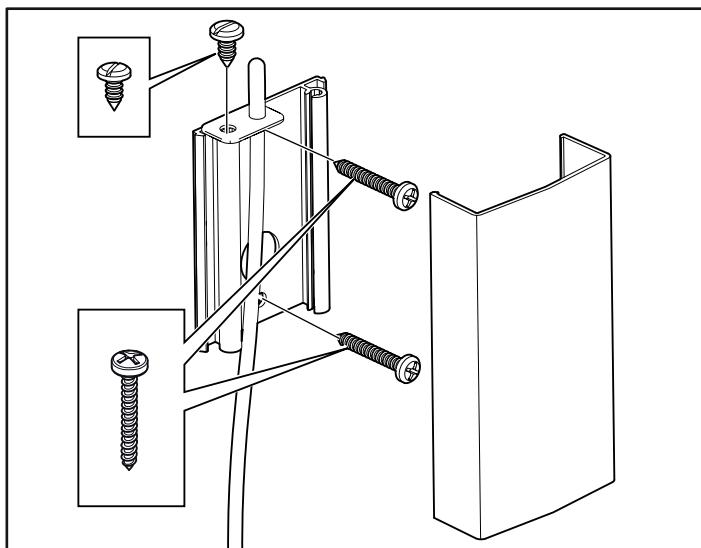
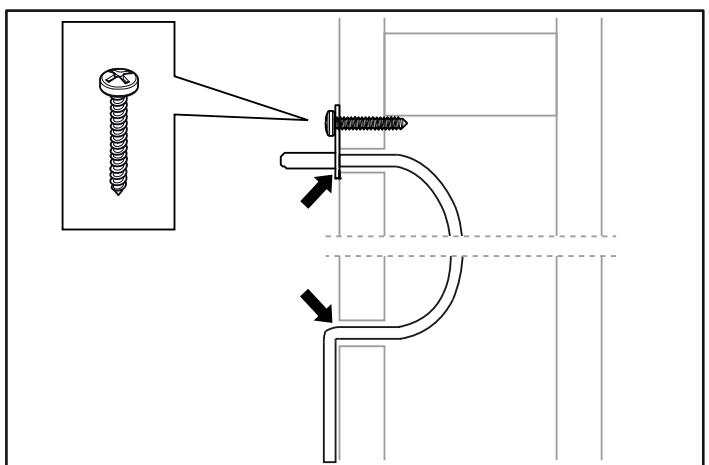

Fig. 15 : Montage du capteur
Fig. 16 : Boucher les orifices, le cas échéant
13. Installer le capteur sur la cloison, voir la figure 15. Le câble du thermistor peut également passer à travers la cloison. Boucher, le cas échéant, les orifices dans la cloison derrière le capteur, voir la figure 16, page 23. Il est possible de prolonger le câble du thermistor en utilisant un câble (2 conducteurs) basse tension, à l'extérieur du sauna.